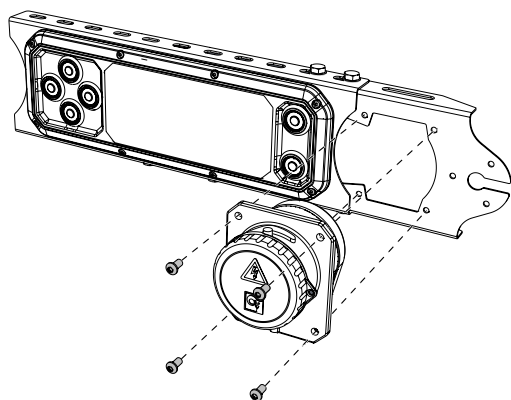
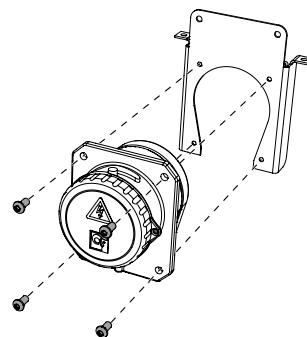

Bild 64. Montering av huvudströmbrytare intill manöverdon CD 19
Bild 65. Montering av huvudströmbrytare på universalfäste
1. Montera huvudströmbrytaren på fäste intill manöverdon CD 19 alternativt på valfri väl skyddad plats med universalfäste, se Bild 64 och Bild 65.